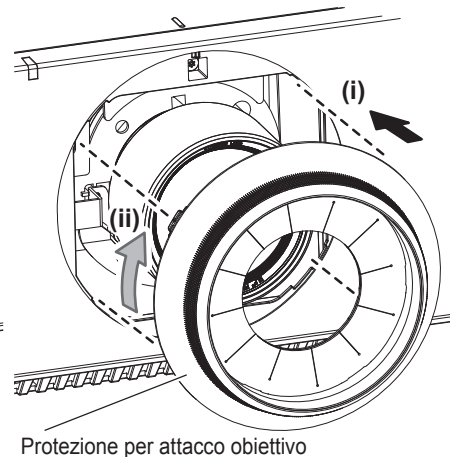

Fig. 3
- 3) **Collegare la protezione per l'attacco dell'obiettivo. (Fig. 3)**